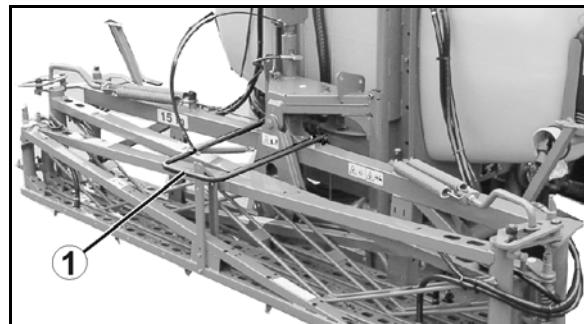

Рис. 9
- Транспортировочный фиксатор (Рис. 9/1) на штангах **Q-plus-**, защищающий от непреднамеренного раскладывания